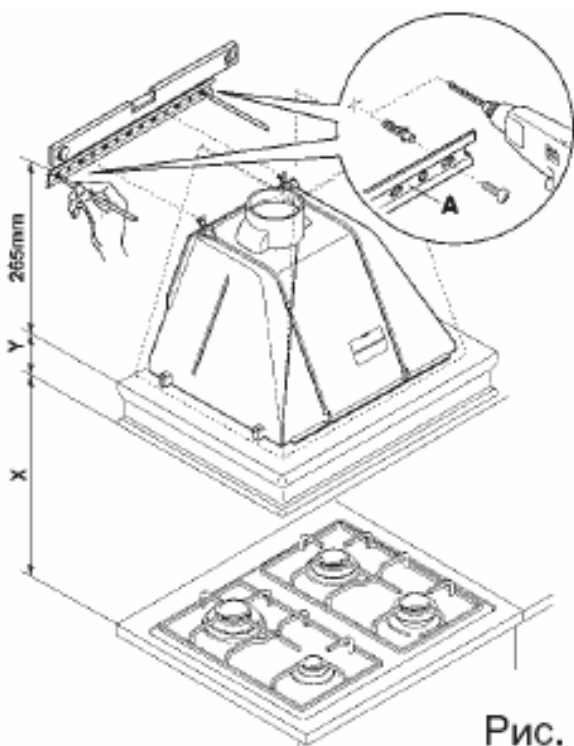

Рис. 1
- Закрепите поддерживающую планку (А – рис. 1) на стене над плитой на высоте, складывающейся из суммы значений $X+Y+265$ мм.